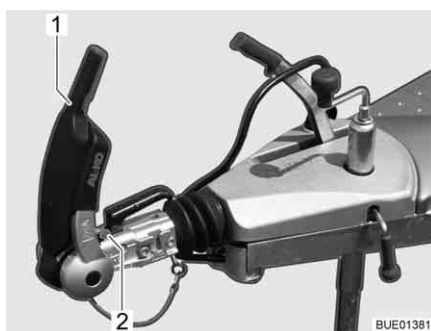

Fig. 163 Indicatore guarnizioni di attrito davanti e dietro
- Aprire la maniglia di stabilizzazione (Fig. 163,1).
Il controllo avviene mediante l'indicatore che si trova davanti alla maniglia del gancio (Fig. 163,2).